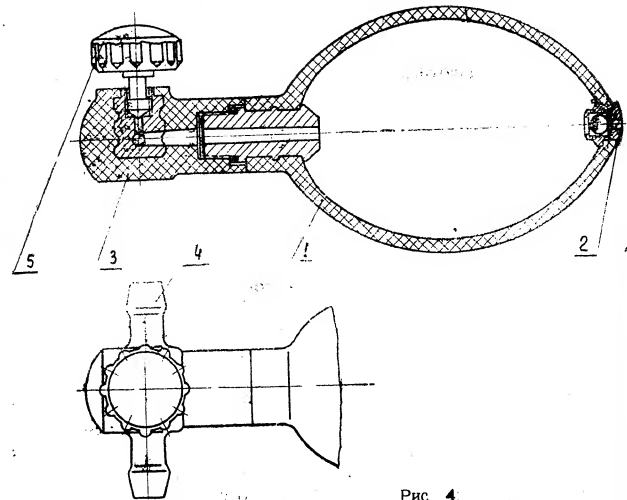

Рис. 4.
Нагнетатель пневматический (рис. 4) состоит из резиновой груши (1), всасывающего шарикового клапана (2), корпуса вентиля с тройником (3, 4) и металлической насадки.